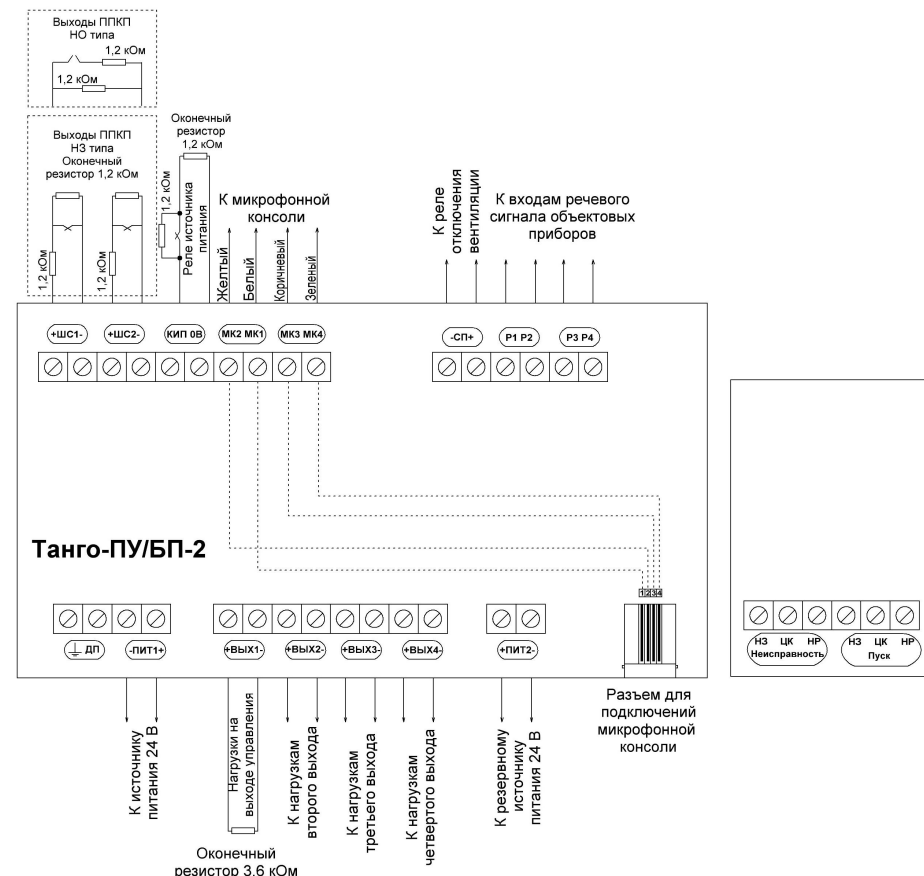

Рисунок 14. Монтажная схема «Танго-ПУ/БП-2»
- Подключите микрофонную консоль. Для соединения используйте четырехжильный провод, входящий в комплект поставки «Танго-МК2». Со стороны ПУ провод подключается к клеммным разъемам: МК1 (белый), МК2 (желтый), МК3 (коричневый), МК4 (зеленый) (рис.14).